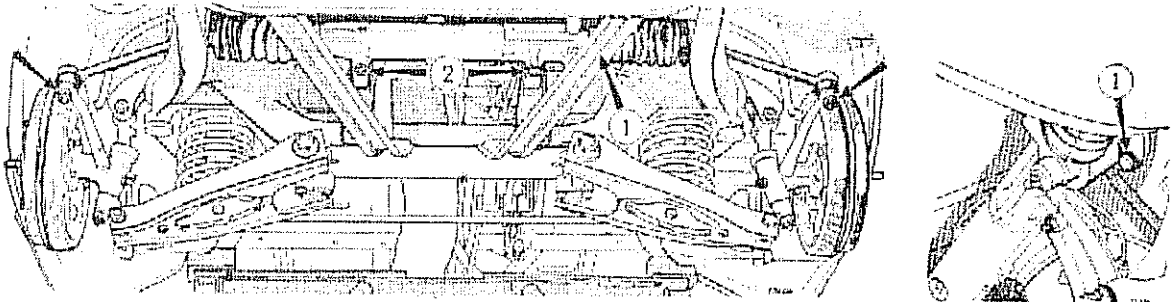

Fig. 292
- 1) Quitar la rueda de auxilio y las ruedas delanteras. Desconectar los extremos de las bieletas de dirección, utilizando la herramienta T. AV. 05-A (ver flechas Fig. 292).
- 2) Aflojar y retirar los dos bulones que sujetan el manchón de acople a la brida del lado del piñón (1, Fig. 292). Sacar las chavetas partidas de los bufonas de fijación de la caja de dirección al travesaño de la carrocería, quitar los bulones (2, Fig. 292) y retirar la caja de dirección por uno de los costados del vehículo.